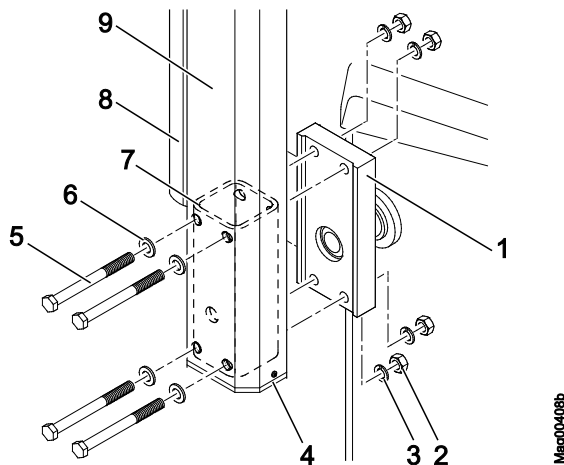

Abb. 23: Schrankenbaum montieren
5. Vierkantrohr gemäß Abbildung "Abb. 23" auf der Flanschseite in den Schrankenbaum schieben.